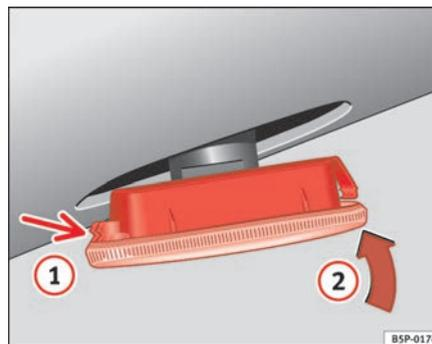

Fig. 196 Clignotant latéral
- Posez d'abord le clignotant dans le trou de la carrosserie, en emboîtant les languettes ⇒ page 276, fig. 196, flèche ①.
- Emboîtez la lampe comme indiqué sur la flèche ② ⇒ page 276, fig. 196. ■